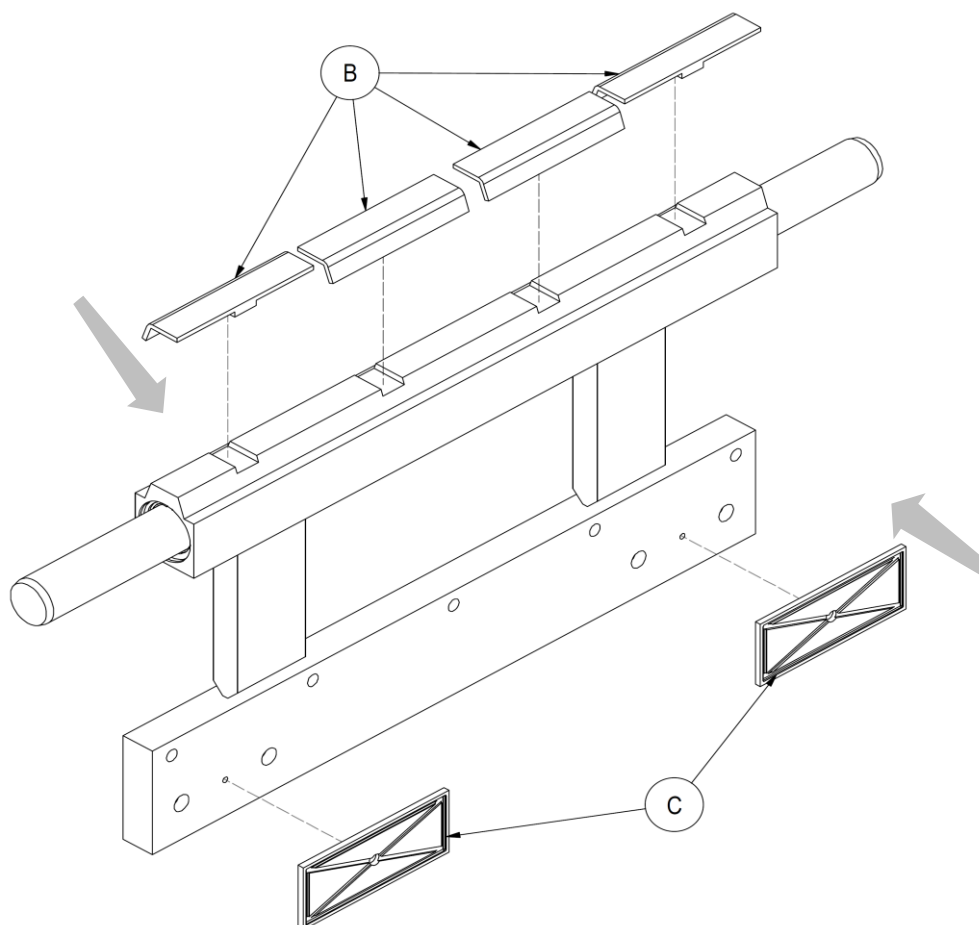

Figura 4
8. Montare le bocche di scorrimento **B** e i lardoni di scorrimento **C** nelle apposite sedi vedi *Figura 4*).
9. Ingrassare la parte inferiore del corpo mobile, dove scorreranno i lardoni **C** (vedi *Figura 4*).